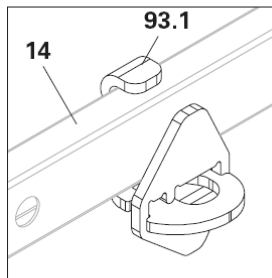

Fig. A11.06c
1. Placer la suspension (**93.1**) du support d'entretoise UHA (**93**) sur la filière horizontale (**14**) et la tenir d'une main. (Fig. A11.06c)